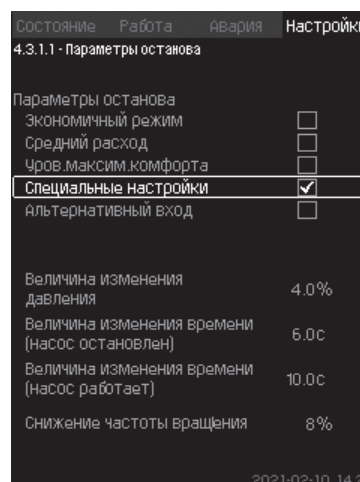

Рис. 73 Специальные настройки
3. Выберите один из параметров останова. При выборе «Специальные настройки», необходимо задать параметры, показанные на рис. 73. См. примеры ниже.